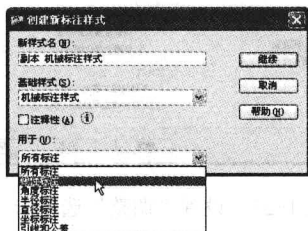

图 1-23 选择适用的标注
1. 在“标注样式管理器”对话框的“样式”选项栏中选中“机械标注样式”选项，单击“新建”按钮，弹出“创建新标注样式”对话框，在“用于”下拉列表选中“线性标注”选项，如图 1-23 所示。